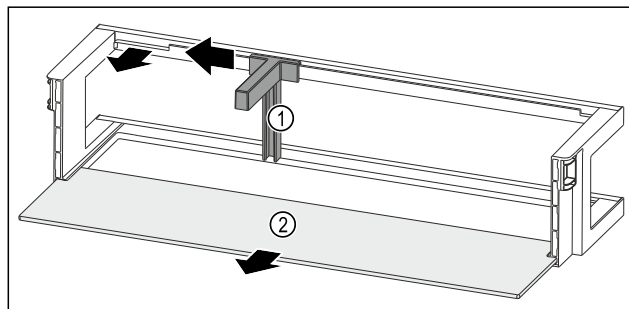

Fig. 89 Dveřní přihrádka s držákem lahví a odkládací plochou
- ▶ Držák lahví Fig. 89 (1) posuňte na stranu až k vybrání.
- ▶ Držák lahví Fig. 89 (1) odeberte.
- ▶ Odkládací plochu Fig. 89 (2) odeberte.